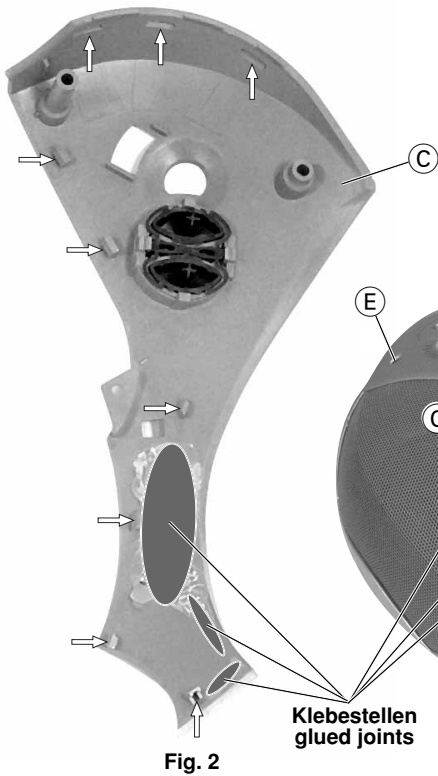
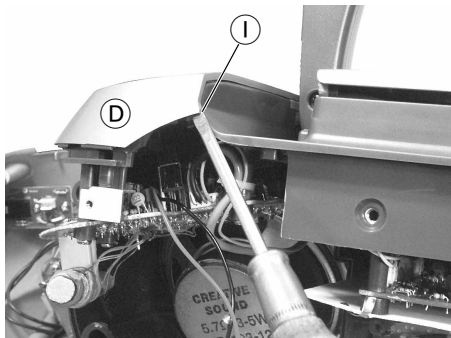
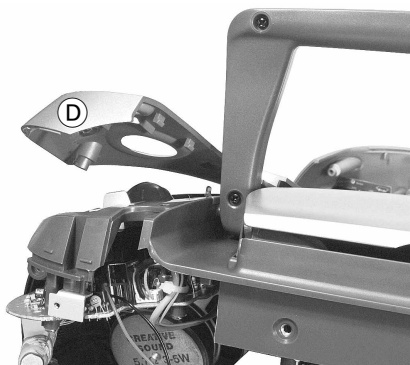

Fig. 2
Fig. 6
Fig. 8
- Abdeckungen (C) und (D) (Fig. 2, 3 und 4) abnehmen:
Die Abdeckungen werden durch Rastnasen gehalten und sind **zusätzlich** an den **markierten** Stellen **verklebt**. Abdeckungen (C) und (D) an den Punkten (I) (Fig. 6 und 7) **vorsichtig** abhebeln. Diese Abdeckungen **vorsichtig** nach oben biegen (bei Bedarf die Abdeckungen durch **vorsichtiges** Abhebeln ganz abnehmen) und Gehäuseoberteil herausziehen (Fig. 8 und 9). Wenden Sie zuviel Kraft auf, können Rastnasen oder die Blende brechen! In Fig. 2 und 4 sehen Sie die Anordnung der Rastnasen.
- Remove the covers (C) and (D) (Fig. 2, 3 and 4):
The covers are held in place by locking lugs and are **in addition glued** at the **marked** spots. **Carefully** lift off the covers (C) and (D) at the points (I) (Fig. 6 and 7). **Carefully** bend up these covers (if necessary remove the covers completely by **carefully** lifting them off) then pull out the top part of the cabinet (Fig. 8 and 9). If you apply too much force the locking lugs or the trimplate might break! Fig. 2 and 4 show the locations of the locking lugs.